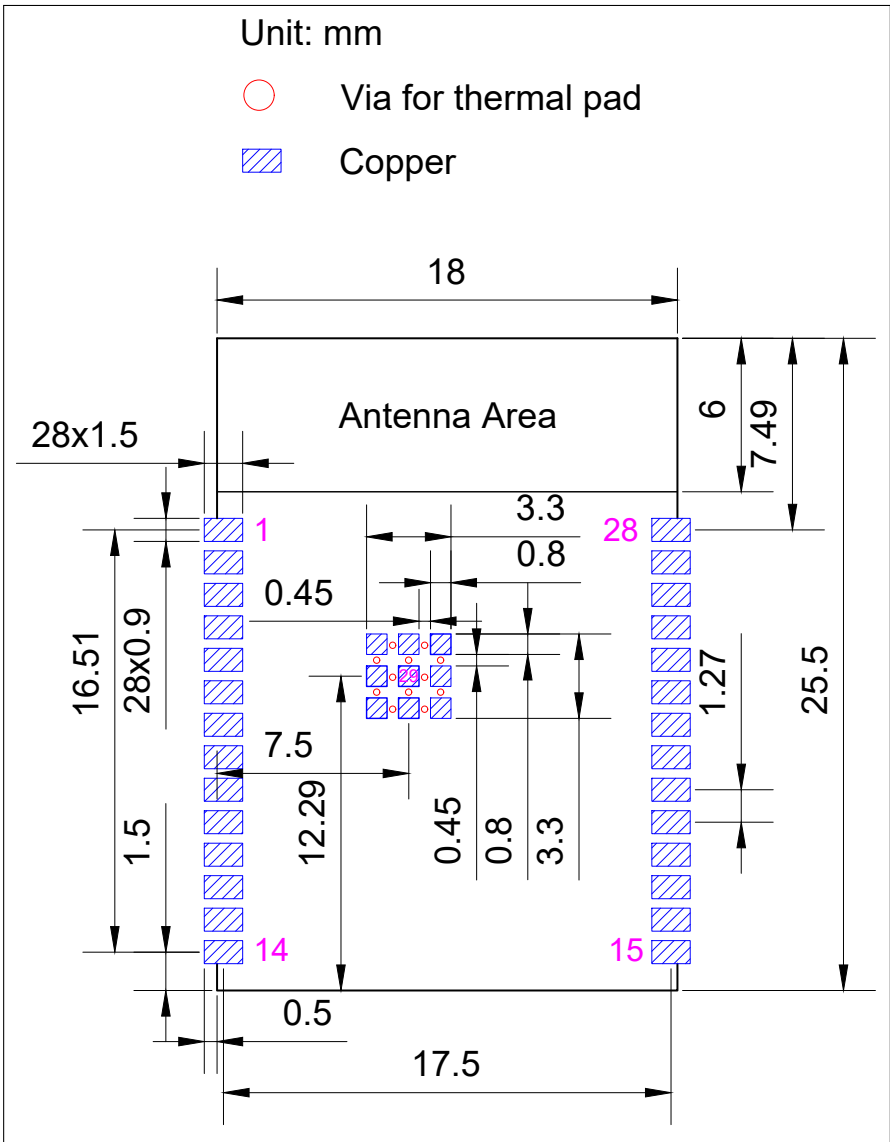
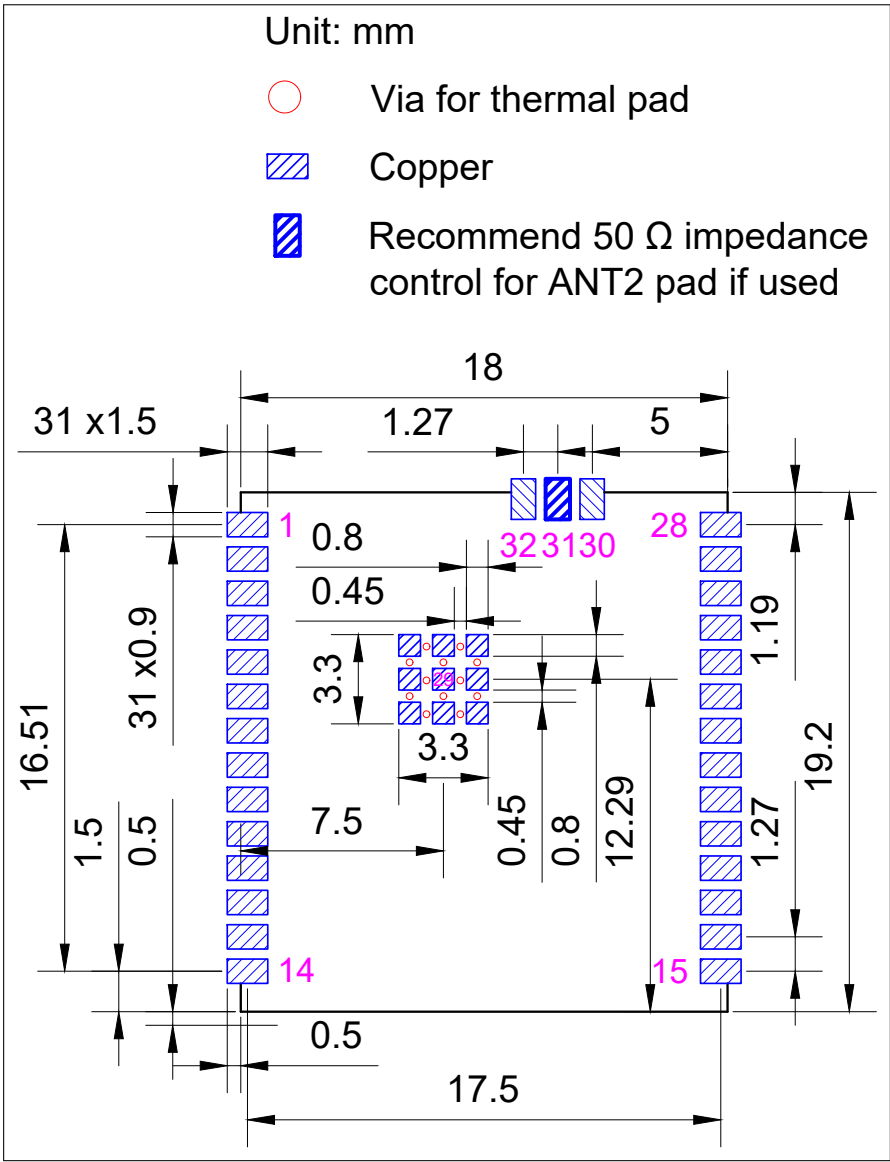

图 14: ESP32-C61-WROOM-1 推荐 PCB 封装图形
图 15: ESP32-C61-WROOM-1U 推荐 PCB 封装图形
- 推荐 PCB 封装图，标有 PCB 设计所需的全部尺寸。详见图 14 ESP32-C61-WROOM-1 推荐 PCB 封装图形 和图 15 ESP32-C61-WROOM-1U 推荐 PCB 封装图形。
- 推荐 PCB 封装图的源文件，用于测量图 14 和 15 中未标注的尺寸。您可用 Autodesk Viewer 查看 ESP32-C61-WROOM-1 和 ESP32-C61-WROOM-1U 的封装图源文件。